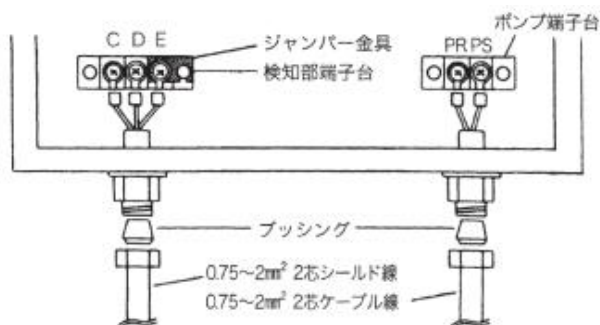

図5
- ポンプ電源がDCの場合は図5のPR、PSはPA、PBとして接続してください。